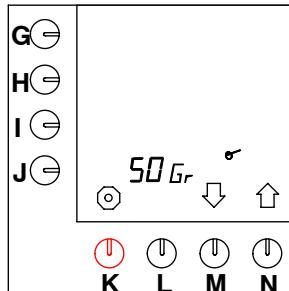

Fig. 37 Ajuste de la calculadora de café
- Mantenga apretada la tecla de programación (N.)↑ hasta que en el display aparezca fig. 37 .